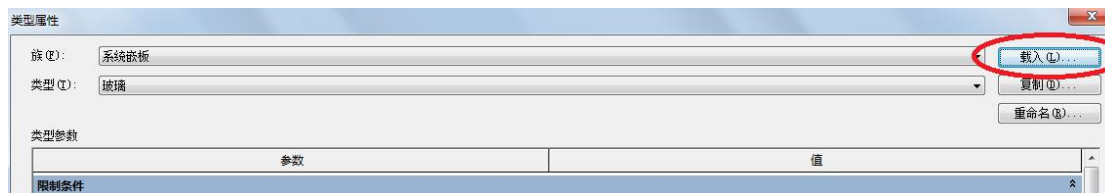

图 6-23 载入门窗嵌板类型
- 在“属性”选项板顶部的类型选择器中，选择“门嵌板”或“窗嵌板”以替换该嵌板。若类型选择器中无门窗嵌板，单击“属性”选项板中的“编辑类型”，在出现的类型属性对话框内点击“载入”（图 6-23），选择门窗嵌板类型点击“确定”。